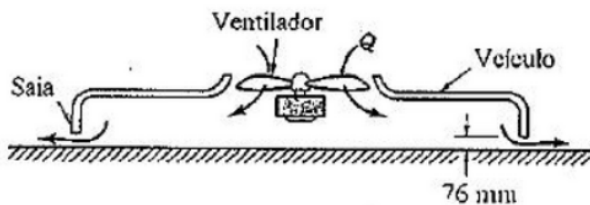

Figura P3.88
3.88 A Fig. P3.88 mostra o esboço de um veículo suportado por um colchão de ar. O ar escapa através da fresta formada pela saia do veículo e pela superfície da água (ou chão). Admita que a massa do veículo é igual a 4530 kg e que seu formato é retangular (9,1 m × 19,8 m). O volume da câmara é grande o suficiente para que a energia cinética do ar na câmara seja desprezível. Determine a vazão em volume, $\dot{Q}$, necessária para suportar o veículo sabendo que a espessura da fresta é igual a 76 mm. Se a espessura da fresta for reduzida para 51 mm, qual é a vazão necessária para suportar o veículo? Se a massa do veículo for reduzida para 2265 kg e a espessura da fresta for mantida igual a 76 mm, qual é a vazão de ar necessária para suportar o veículo?